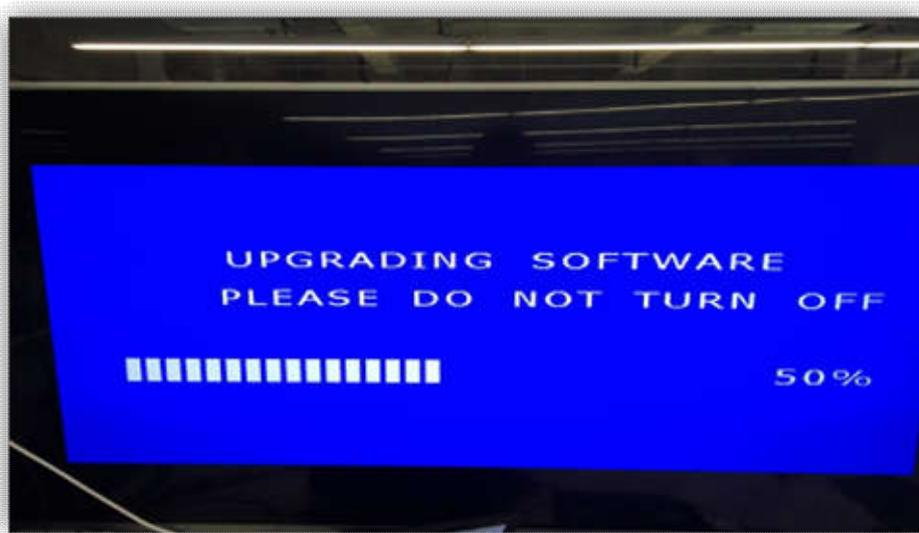

图 2-3 利用 USB 升级主机芯以及相关升级提示信息
(3) 重新开启电视机，系统将自动进行升级。升级过程中将出现图 2-3 相关提示信息。